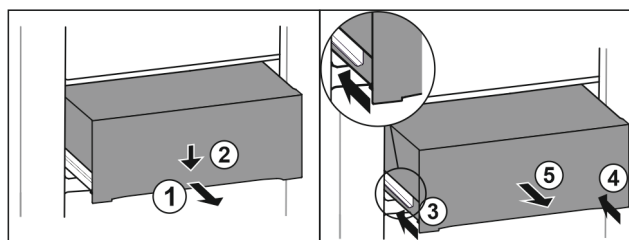

Fig. 113
- 将抽屉拉出一半。 Fig. 113 (1)
- 朝下按压正面的抽屉。 Fig. 113 (2)
- 将左侧轨道推入大约 2 cm。 Fig. 113 (3)
- 将右侧轨道推入大约 2 cm。 Fig. 113 (4)
- 朝前取出抽屉。 Fig. 113 (5)